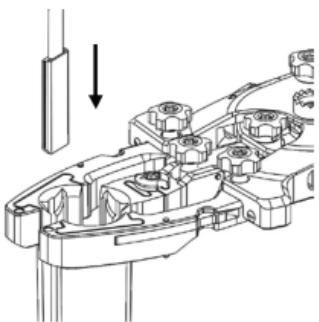

Figure 18
- Faites glisser la pointe de la cale du câble d'éclairage (ML-0068) dans le canal de calage de la lame (Figure 18).